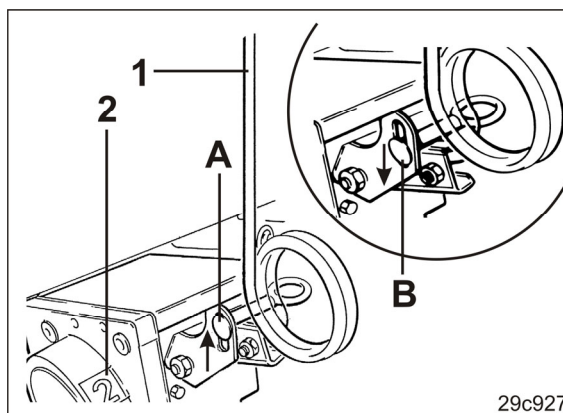

Bild 208
2. Dra i manöverspaken (Bild 208/1) på kopplingsskåpet om siffran (Bild 208/2) i fönstret på kopplingsskåpet visar 0. Körspårsräknaren får inte visa 0.
3. Lossa klämskruven (Bild 208/A), skjut den nedåt i långhålet och dra åt den ordentligt (se Bild 208/B).
Körspårsräknaren (Bild 208/2) får inte visa 0.